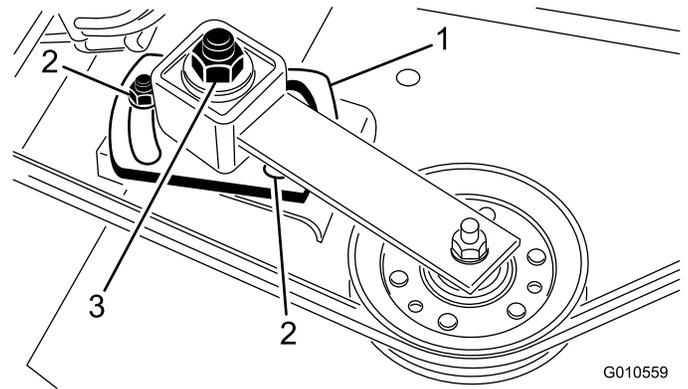

Figura 30
5. Usando una llave dinamo métrica con llave de tubo, apriete la tuerca de ajuste de la polea tensora a 47–54 Nm (Figura 30).